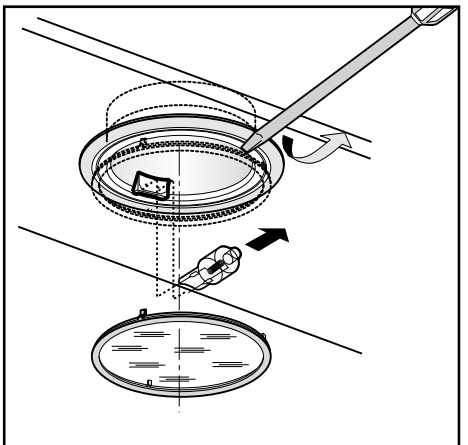

Fig.22
• Udskiftning af halogenp rer (Fig.22).